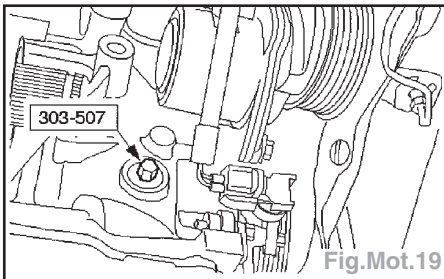

Fig.Mot.19
- Déposer l'obturateur inférieur de bloc-cylindres et poser l'outil spécial (Fig.Mot.19).
- Déposer l'outil spécial (Fig.Mot.19).
- Mettre en place l'outil spécial (Fig.Mot.19).
- Poser l'obturateur inférieur de bloc-cylindres (Fig.Mot.19).